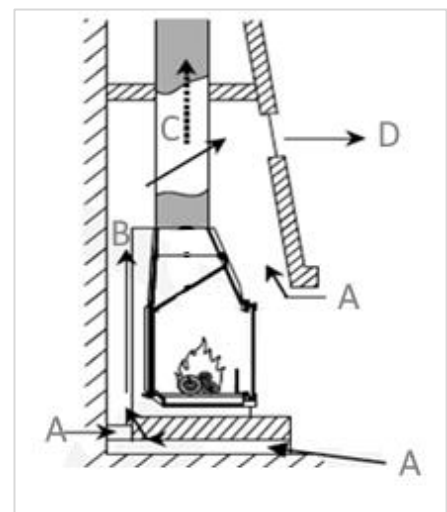

Figura 3
3. **CALORE PER CONVEZIONE.** Per distribuire il calore convettivo generato all'interno dell'edificio, è necessario installare delle griglie di ventilazione (una in basso e una in alto). Ciò crea un flusso d'aria in entrata e in uscita dall'edificio. Vedere la figura 3 per un esempio di flusso d'aria dovuto alla convezione.